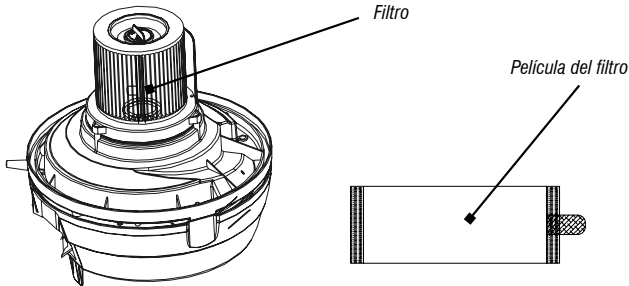

Fig. 19 – Filtro y película protectora del filtro
2. Retire la película protectora del filtro que envuelve el filtro, Fig. 19;